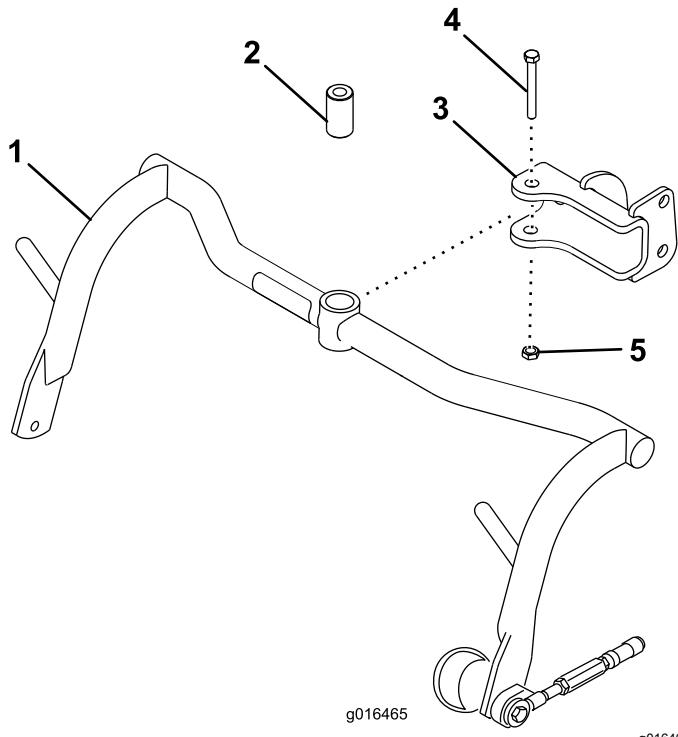

Figura 8
1. Monte un conjunto de bastidor de tiro en cada horquilla con un suplemento, un perno (½" x 3¼") y una contratuerca (½"); consulte la Figura 8. Apriete a entre 91 y 113 N·m.